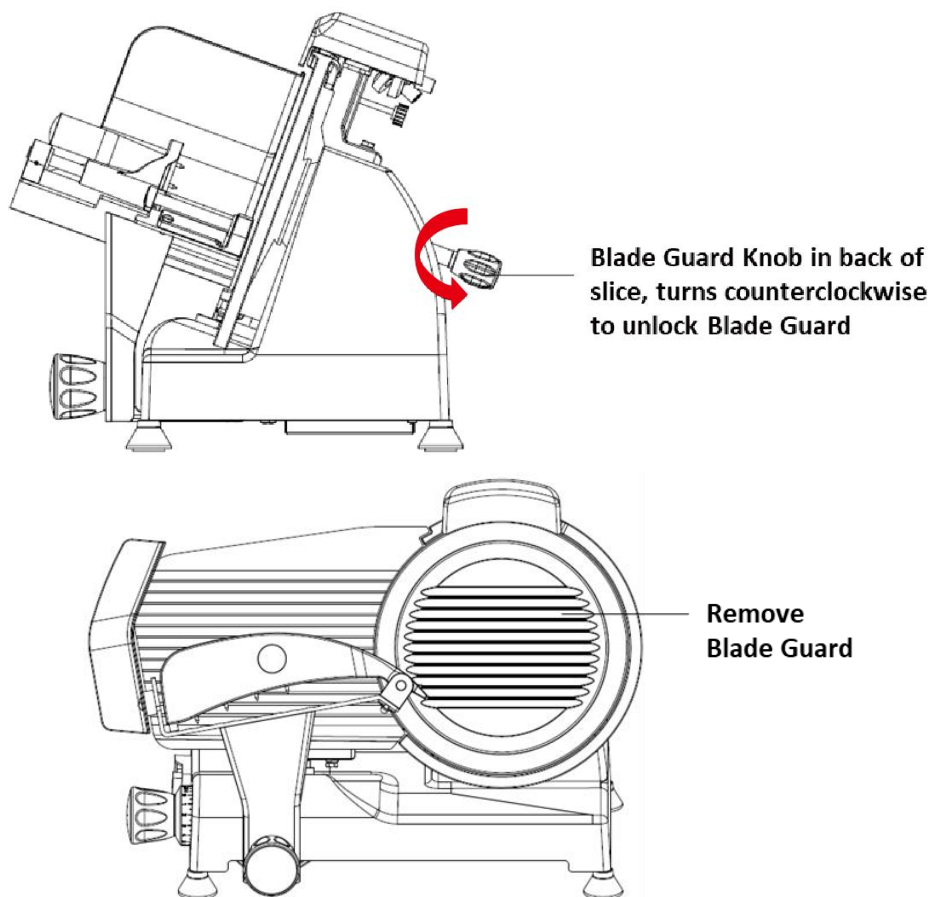

Fig. 3
7. La trancheuse doit être nettoyée après chaque utilisation car des restes d'aliments périssables peuvent s'accumuler sur la trancheuse ou derrière la lame de coupe (pièce ⑧).
9. Tournez le bouton de réglage de l'épaisseur (pièce ②) sur la position « O ».
10. Pour retirer le chariot coulissant pour aliments (pièce ⑤) et le bras poussoir pour aliments (⑫), dévissez le bouton du chariot (④) situé sous le chariot coulissant pour aliments (⑤) dans le sens inverse des aiguilles d'une montre et soulevez le plateau pour aliments dans un léger mouvement vers le haut et vers l'extérieur.
11. Avec une main à plat sur le protège-lame (pièce ⑨), tournez le bouton noir du protège-lame (⑭), situé à l'arrière de la trancheuse derrière la lame) dans le sens inverse des aiguilles d'une montre jusqu'à ce que le protège-lame (⑨) soit libéré. (Voir la Fig. 3)
12. Retirez les trois vis cruciformes qui maintiennent la lame (pièce ⑧). (Reportez-vous à la Fig. 3) La lame est maintenant libérée de l'arbre et peut être retirée en tirant doucement vers l'extérieur. **FAITES PREUVE D'UNE EXTRÊME PRUDENCE : Nous recommandons fortement de porter des gants résistants aux coupures lors du retrait, du nettoyage et de la réinstallation de la lame.**